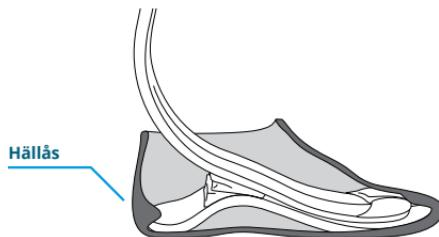

Bild 3
- Vid behov kan du trycka fotskalet på hälen. Ta hjälp av ett skohorn och pressa ned hälen i fotskalet tills den fäster på plats i hällåset. Hälen måste fästa på plats (bild 3) för att produkten ska kunna användas korrekt och säkert.